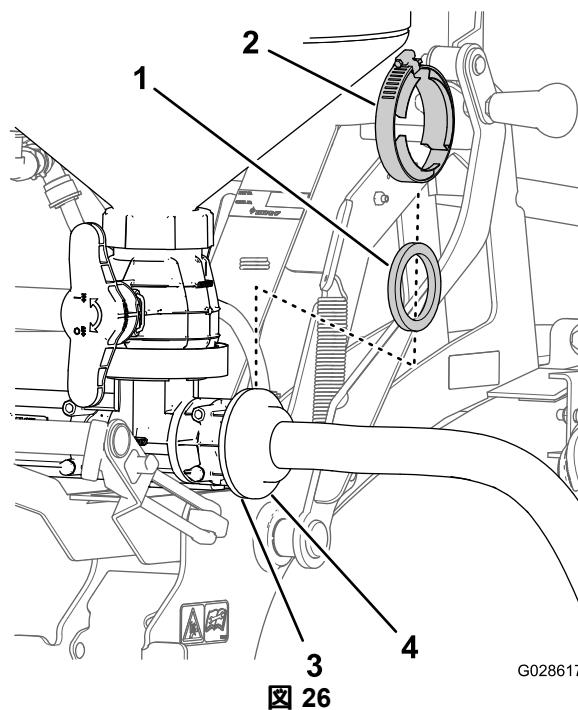

図 26
- 給液ホースのフランジ付きフィッティングを、エダクタのフランジに合わせる 図 26。
1. ガスケットとフランジ付きクランプで、給液ホースをエダクタに固定する 図 26。
2. ガスケットとフランジ付きクランプで、給液ホースをエダクタに固定する 図 26。